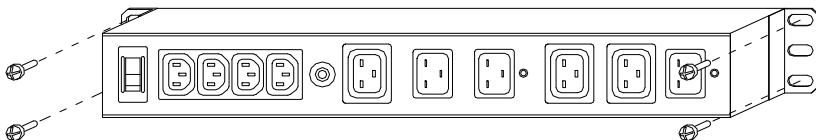

Рисунок 3 – Порядок установки модуля RBS 3К-220V на стену
7.1.4 Установку модуля на стену следует производить в следующей последовательности (рисунок 3):